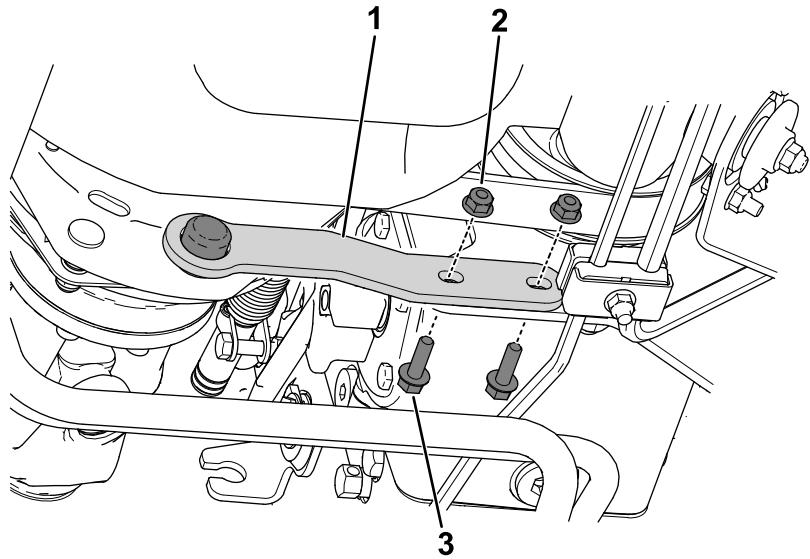

Figura 3
2. Instale a barra da embraiagem no para-choques (Figura 3).
3. Utilize 2 porcas e 2 parafusos para prender a barra da embraiagem ao suporte de montagem da bomba (Figura 3).